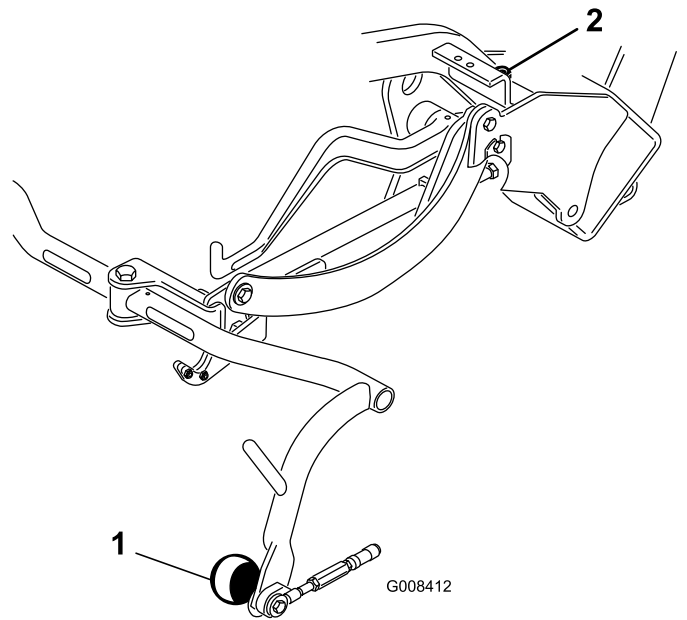

Рисунок 6
- Если нужна регулировка зазора, ослабьте контргайку на упорном винте несущей рамы (Рисунок 6) и поворачивайте винт вверх или вниз для подъема или опускания несущей рамы. Затяните контргайку для фиксации выполненной регулировки.